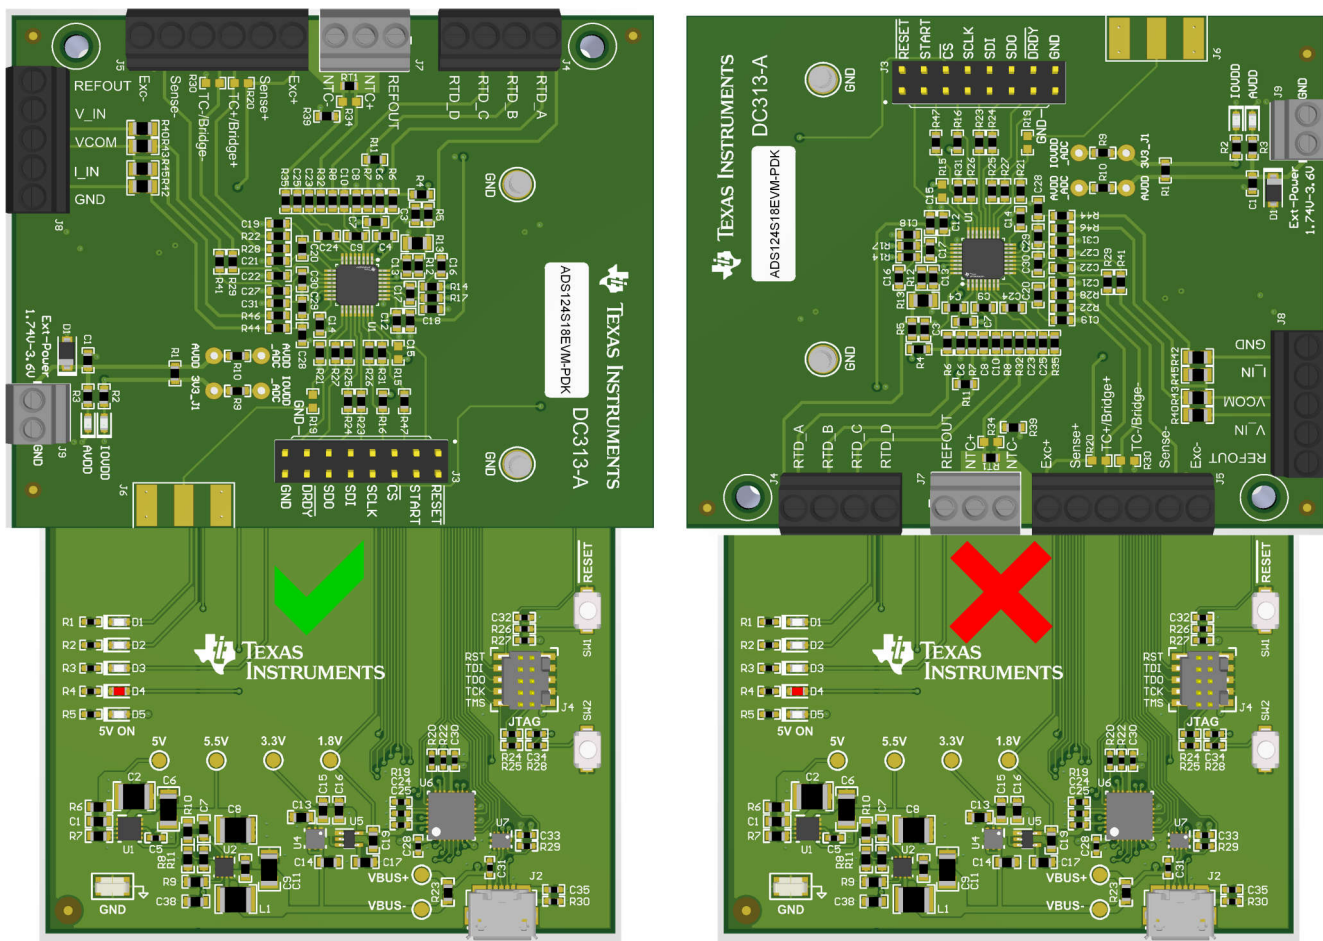

图 1-2. 将 ADS124S18EVM 连接到 PAMB 控制器卡
2. 如果尚未组装 PAMB 控制器卡和 ADS124S18EVM，请将 ADS124S18EVM 连接至 PAMB 控制器卡，如 图 1-2 中的左图所示。